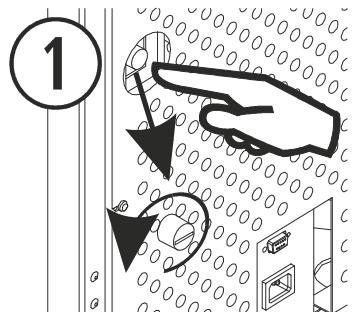

Figura 26
- 6.11.** *Com a caldeira desligada, verificar o termóstato de segurança que está na parte traseira, para o lado direito da caldeira deverá ver uma tampa plástica de cor negra, desenrosque-o e para activá-lo deve-se pulsar o botão se for necessário, se o termostato se encontra activado escutará um "clic". Se o termóstato de segurança já tiver sido ativado anteriormente, consulte o seu distribuidor. Na figura 26, ilustra-se a posição do termóstato na Cantina Nova e Aveiro. Na Super Insert o termostato de segurança encontra-se centrado no sistema superior do forro.*
① Termóstato de segurança e rearme.